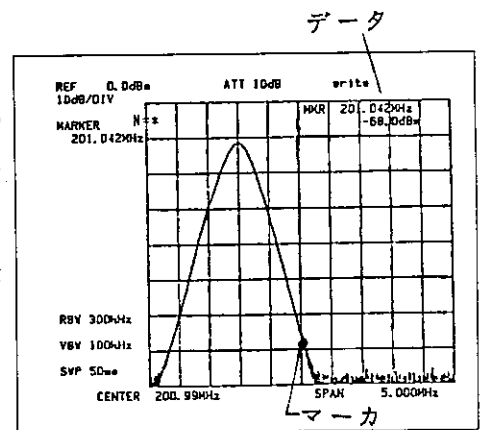

図 3-12 マーカとそのデータの表示
- ON 中心周波数軸上にマーカが現われ、マーカの位置の周波数とレベル・データが表示されます(図 3-12)。
管面上の最大ピークにマーカが移動、表示されます(図 3-12 ⇒ 図 3-13)。